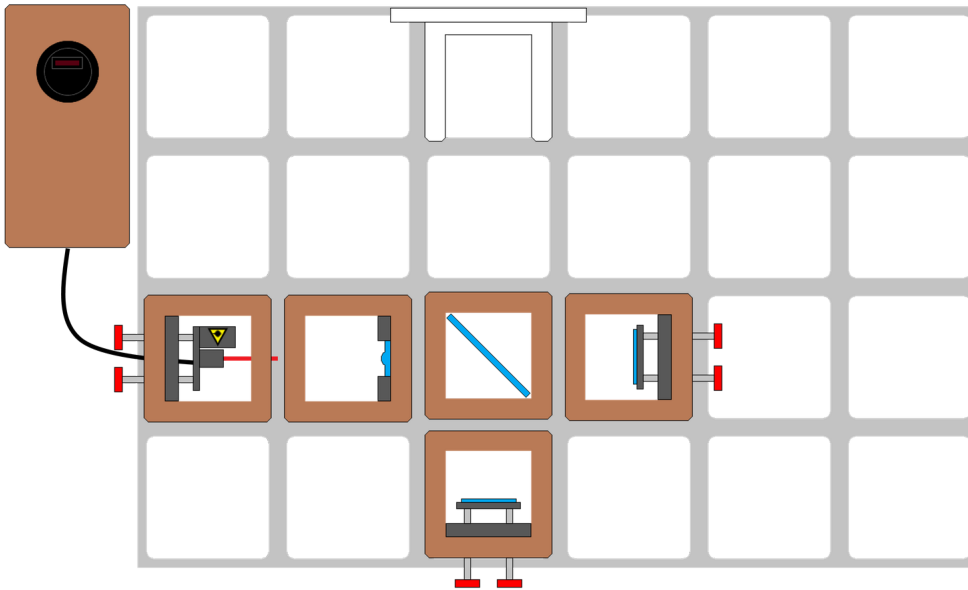

Abb. 4 – Fertiger Ausbau
- ④ Setze jetzt die Linse in den Strahlengang (Abb. 4). Auf dem Schirm sollte jetzt ein Interferenzmuster zu sehen sein. Durch **vorsichtiges** Justieren die beiden Spiegel lässt sich die Position des Zentrums verschieben.